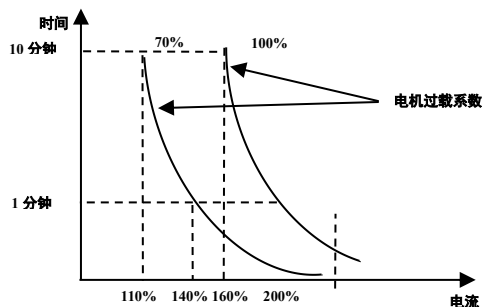

图 5-16 电机过载系数设定
- 该值可根据用户需求自己设定，相同条件下 F707 设定值越小，电机过载保护越快速，如图 5-16 所示。举例说明：使用 7.5kW 的变频器（额定电流为 17A）带 5.5kW（额定电流为 12A）电机， $F707 = 12/17 \times 100\% \approx 70\%$ ，当电机实际电流为 140% 的变频器额定电流时，1 分钟后变频器跳过载保